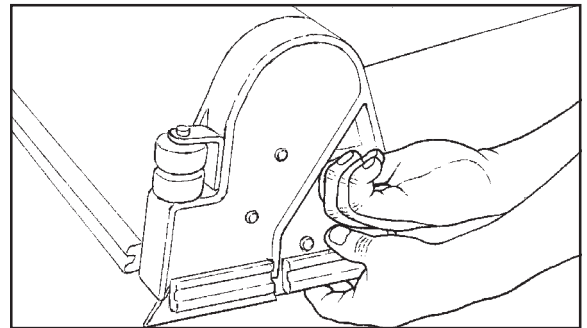

Abb. 22
4. Begeben Sie sich zur Vorderseite der Maschine und entfernen Sie die Flügelschraube von der Bürstentür (siehe Abb. 22).